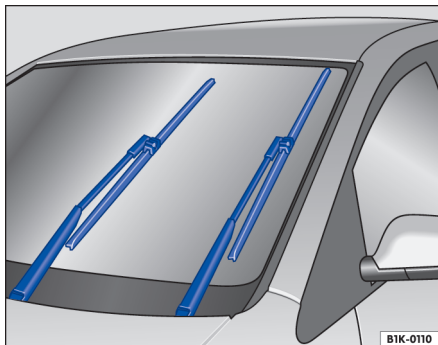

图 139 处于保养位置的刮水片
- 将风窗玻璃刮水器拨杆向下拨至点动刮水位置。使刮水器处于保养位置。→ 图 139